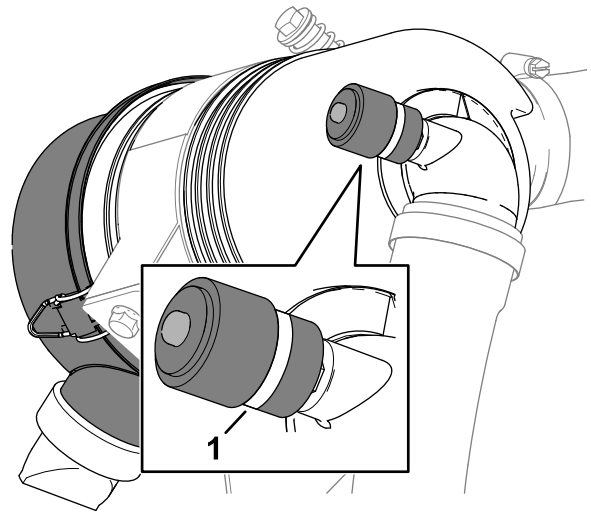

Figura 75
3. Compruebe el indicador de mantenimiento en el extremo de la carcasa del filtro de aire (Figura 75).